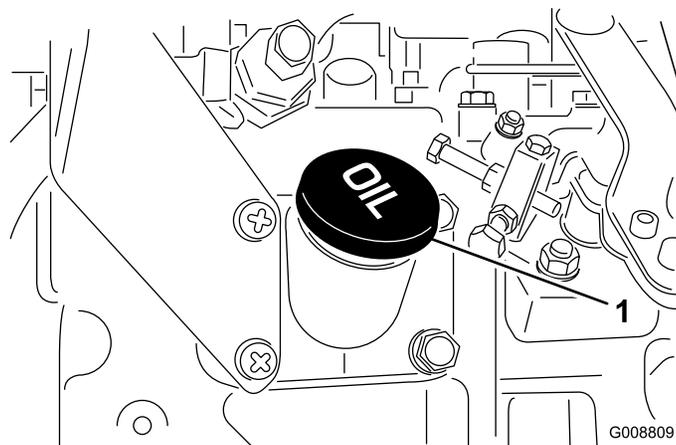

図 13
4. 不足している場合は、キャップ 図 13 を取り、Full 位置までオイルを補給する。入れすぎないでください。